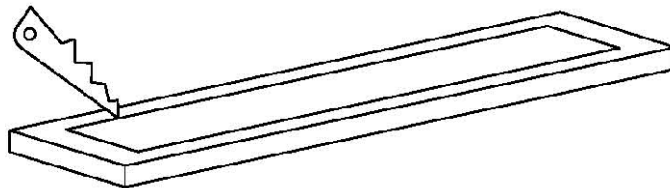

图 2
2. 按灯具型号在窗台或地面开槽，开槽对应尺寸如下，开槽形状如图 2 所示。